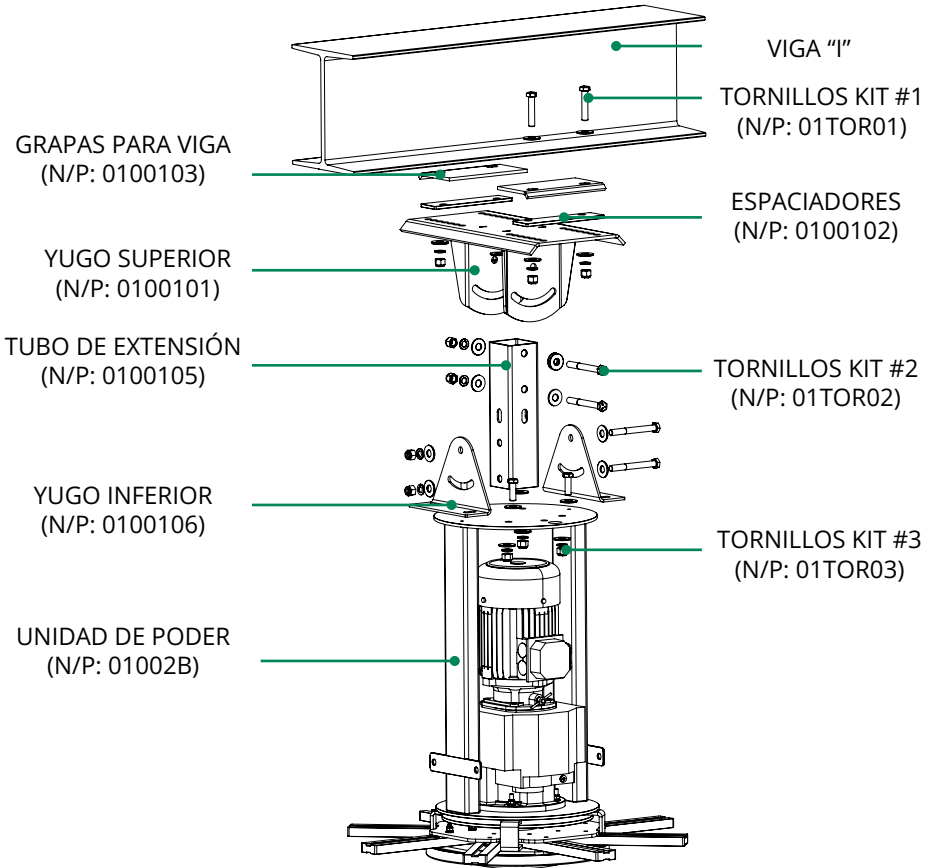

Fig. 5.1
- e)** En caso de que el espesor del patín de la viga sea de 3/8" o mayor, es necesario colocar los espaciadores entre el yugo superior y las grapas fig. 5.1